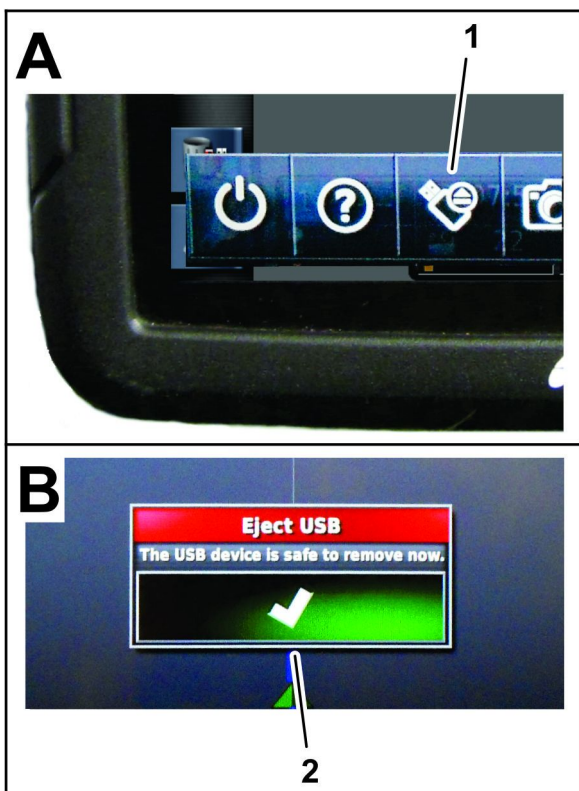

图 90
8. 滑动屏幕以访问浮动菜单栏 图 90。
9. 按弹出 USB 图标图 90。
10. 在弹出 USB 对话框按确认图标然后从监控器中取出 USB 存储器图 90。